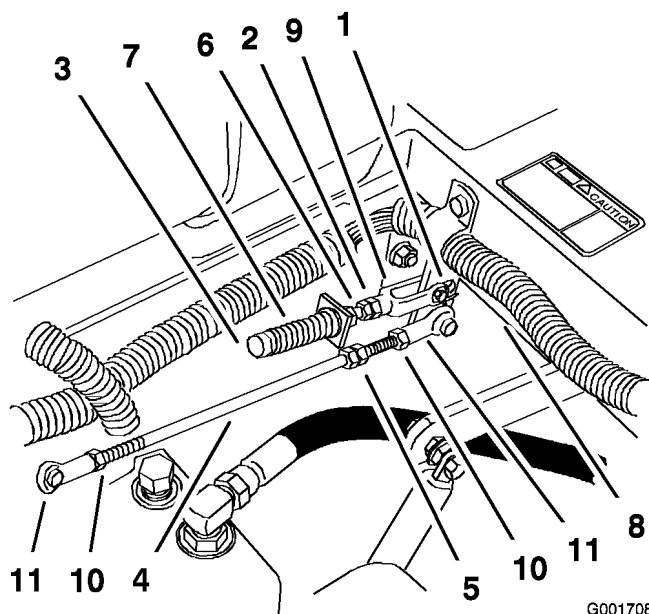

Figura 54
8. Si es necesario un ajuste, afloje la tuerca y la contratuerca contra la horquilla (Figura 54).
9. Aplique una ligera presión hacia atrás en la palanca de control de movimiento, gire la cabeza del perno de ajuste en el sentido apropiado hasta que la palanca de control esté centrada en posición de bloqueo/punto muerto (Figura 54).
10. Apriete la tuerca y la contratuerca (Figura 54).